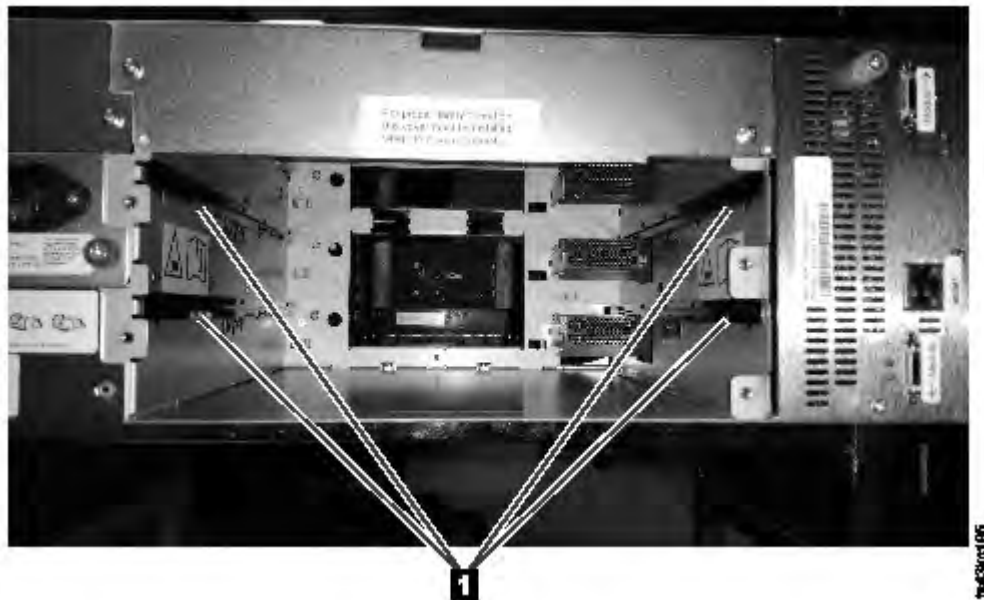

Figure 68. Rails d'alignement
- Alignez et insérez lentement la nouvelle unité de bande dans la baie d'unité le long des rails d'alignement (1 dans Figure 68, à la page 169) tout en soutenant l'ensemble de l'unité. L'unité de bande doit être alignée avec le panneau arrière de la bandothèque.